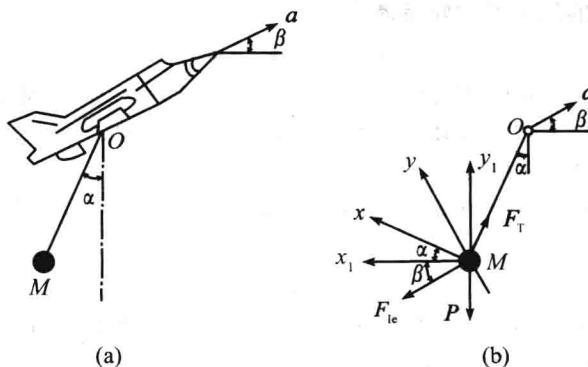

图 1-1
**例 1** 设飞机爬高时以匀加速度  $a$  作直线平动,与水平面成仰角  $\beta$ ,如图 1-1(a)所示。已知挂在飞机上的单摆的悬线与铅垂线的偏角是  $\alpha$ ,摆锤重  $\mathbf{P}$ ,试求此时飞机的加速度  $\mathbf{a}$  和悬线的拉力  $\mathbf{F}_T$ 。
**【分析】** 本题是质点相对运动动力学的相对静止问题。取动坐标系  $Mx_1y_1$  随飞机作平移,且单摆处于相对静止状态。摆锤所受重力  $\mathbf{P}$ ,约束力  $\mathbf{F}_T$  和摆锤的牵连惯性力  $\mathbf{F}_{le}$  如图 1-1(b)所示,科氏惯性力  $\mathbf{F}_{ic}=0$ 。